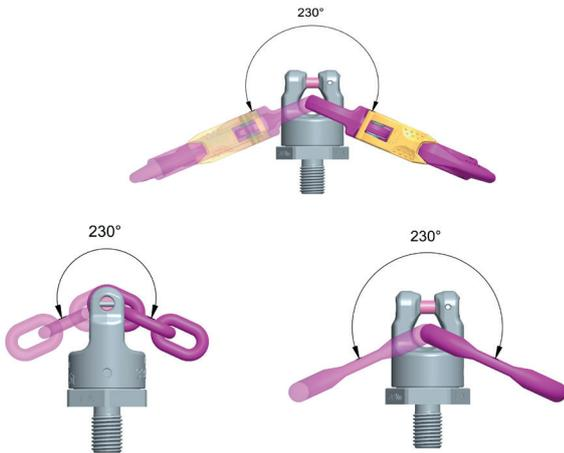
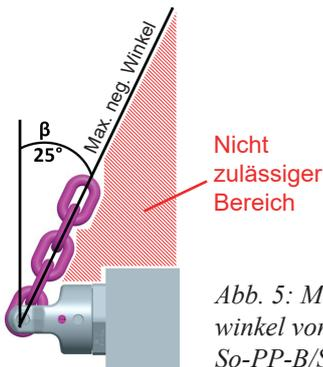

Abb. 4: Schwenkbereich So-PP-S/So-PP-B/So-PP-VIP
Abb. 5: Maximaler Neigungswinkel von 25° für So-PP-S/So-PP-B/So-PP-VIP
- Ringlasche/Haken/Kette von ausgerichteten PP-Sonder kann um ca. 230° geschwenkt werden (Abb. 4). Um die Tragfähigkeit (vgl. Tabelle 2) und Funktionalität zu gewährleisten, darf bei seitlicher Anbringung der Neigungswinkel von Ringlasche/Haken/Kette maximal 25° betragen (vgl. Abb. 5).